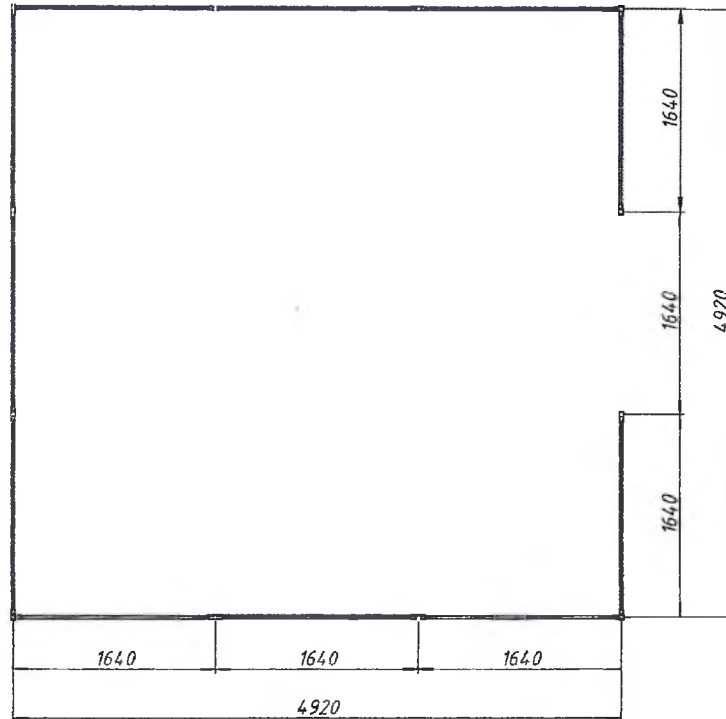

Рисунок 2 - схема расположения деталей забора
2. Размечаем расположение под столбики, как указано на Рис.2 (СЗ-001, СЗ-002, СЗ-003) и бурим отверстие на глубину 50 см расстояние между столбами 160 см. (диаметр отверстия не менее 20см)